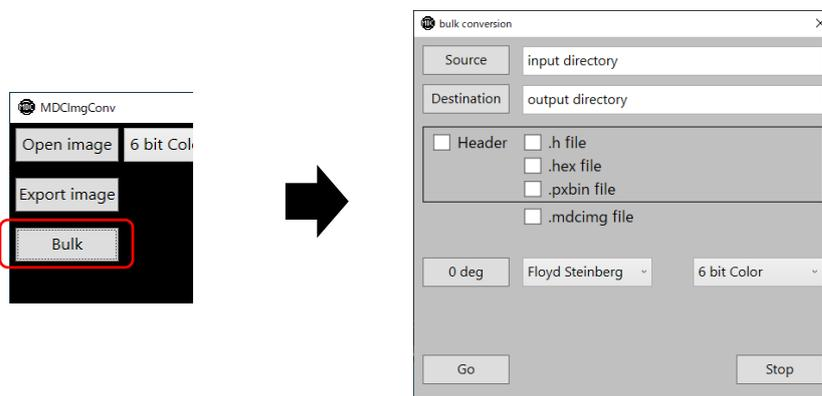

図 5.3 MDCImgConv.exe でのファイル格納方法-2
- (4) Bulk ボタンをクリックすると、出力ファイル (.h, .hex, .mdcimg) を一括生成することができます。(図 5.3 参照)